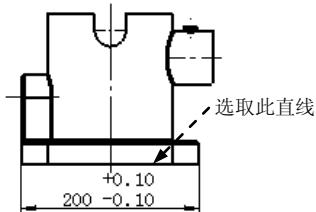

图 9.6.1 标注尺寸公差
下面以图 9.6.1 为例，说明标注尺寸公差的一般操作步骤。
Step2. 选择命令。选择下拉菜单 **工具(T)** \rightarrow **尺寸(S)** \rightarrow 智能尺寸(S) 命令，系统弹出“尺寸”对话框。
Step3. 选取图 9.6.1 所示的直线，选择合适的位置单击以放置尺寸。